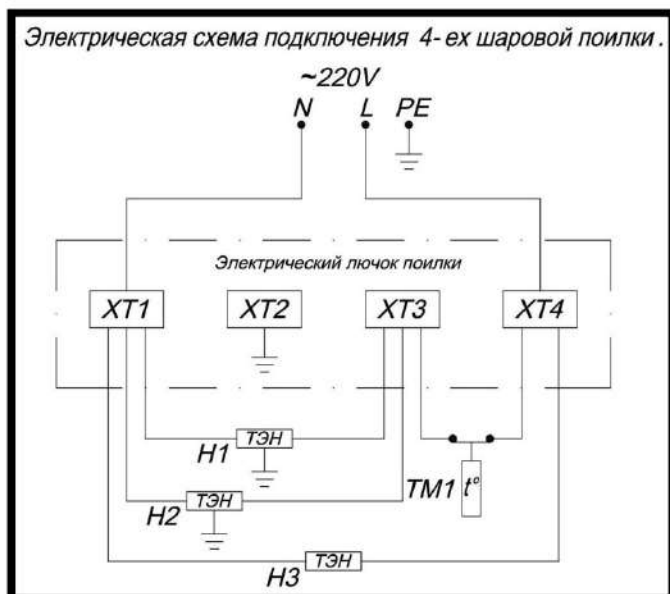

Рис. 13
12) Подключите провода и кабели через клеммы (клеммы в комплект поставки не входят) согласно электрической схеме Рис. 13, где ХТ 1-Клемма N (нуля); Н1,2 –ТЭНы патронные поз. 24; Н3- кабель греющий поз.23, ХТ 2- Клемма РЕ (заземления); ТМ1 – термостат поз. 22; ХТ 4 - Клемма L (фазы), ХТ 3- клемма соединения проводов. Белые провода ТЭНов равнозначны, красные провода ТЭНов - земля. Провода термостата